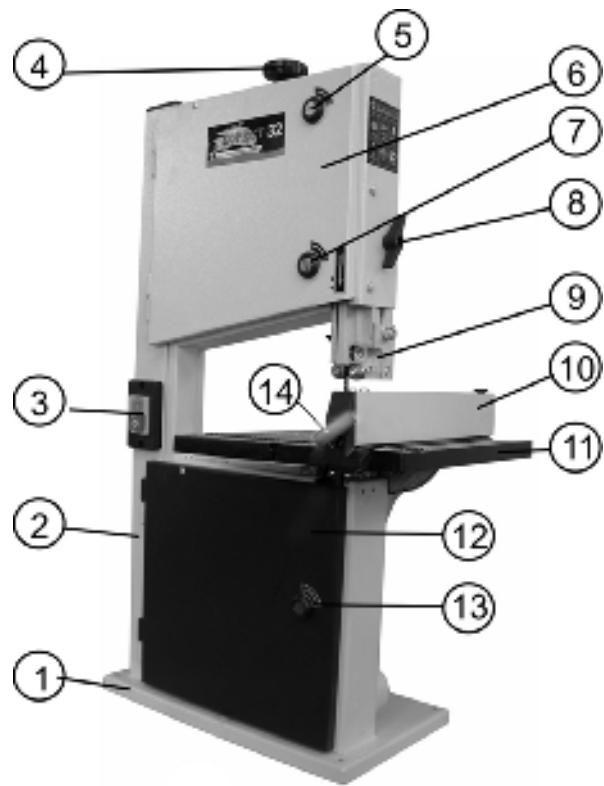

Рис.2
8.1.2. При установке пилы на верстаке для обеспечения устойчивости пила должна быть надежно прикреплена к верстаку через специальные отверстия в нижней части основания (1), Рис.2. Для этой цели необходимо установить болтовые соединения. Обязательно используйте при креплении плоскую и пружинную шайбы на каждый болт (не комплектуется).
- Переносить пилу необходимо вдвое или при помощи подъемных механизмов и приспособлений, учитывая массу пилы (см. Табл.1) и только за основание 1 (Рис.2).
10.3. Установка маховика натяжения пильной ленты (Рис.2)
Маховик (Д), Рис.1, установите, как показано на Рис.2, позиция (4).